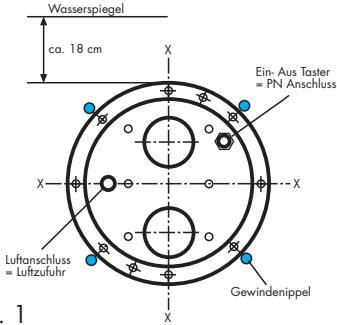

Abb. 1
Der Einbausatz ist 180 mm unter dem Wasserspiegel zu befestigen (Abb.1). Die 4 Gewindennippel dienen zur späteren Montage der Düsenblende (Abb. 7). Die übrigen Gewinde dienen der Flanschbefestigung. Bei Betonbecken werden nur die 4 Gewindemuffennippel montiert.
Fetten Sie nun den O-Ring der Düsenblende gut ein und stecken Sie unter Rücksichtnahme auf die Verbindungsschläuche diesen in die vorgesehene Rohrführung des Pumpenflansches (9). Die Düsenblende wird nun mittels der Schrauben (17) an den Gewindemuffennippel  (Abb. 1) befestigt.